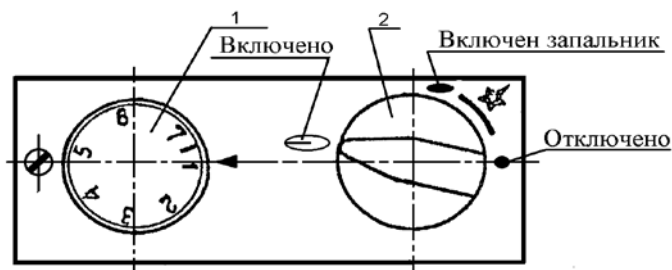
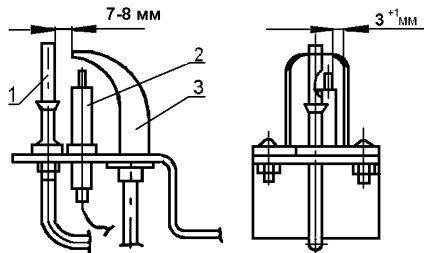
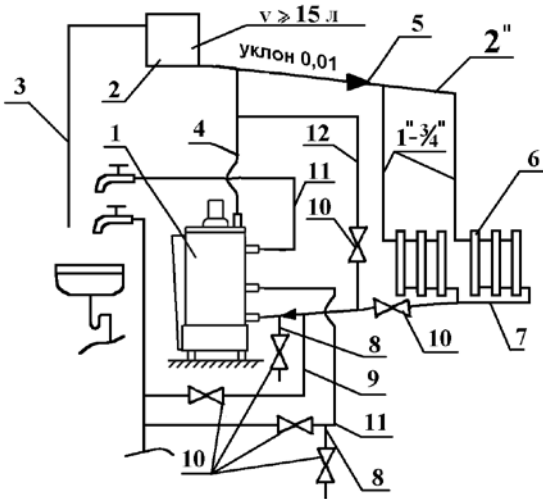

Рис.2 Блок автоматики
Рис.3 Устройство запальное
Рис.4 Схема системы отопления и горячего водоснабжения.
4.4. Установка требуемой температуры воды производится ручкой регулирования температуры воды 1 (Рис.2) от 45°C до $85^{\circ}\text{C} \div 90^{\circ}\text{C}$, а ее контроль выполняется по термометру. Температура горячей воды в системе ГВС при ее заборе не должна превышать 60°C .
4.6. Устройство запальное Рис.3 предназначено для крепления запальника, термопары, свечи зажигания и розжига основной горелки.
6.12. Проверьте работу пьезорозжига. При нажатии на ручку пьезорозжига 2 (Рис.2) должна проскакивать искра между электродом свечи 2 (Рис.3) и запальником 3 (Рис.3).
6.13. Заполните систему отопления водой. Контроль заполнения системы отопления осуществляется по трубе сигнальной 3 (Рис.4). Категорически запрещается установка запорной арматуры на стояке, идущем от аппарата. В целях исключения нарушения прочности и плотности аппарата при заполнении и подпитке системы отопления не допускать превышения давления перед аппаратом более 150 кПа (1,5 кг/см²).
6.15. Настройте ручку регулирования 1 (Рис.2) блока автоматики на необходимую температуру воды в аппарате.
6.19. При работе аппарата в летнее время только на ГВС, после прекращения забора горячей воды выключите основную горелку, повернув ручку регулирования температуры воды 1 (Рис.2) в положение 1.
6.21. При длительном отборе горячей воды рекомендуем: для повышения температуры и объема горячей воды предварительно установить ручку регулирования температуры воды 1 (Рис.2) на температуру 80⁰С÷85⁰С и закрыть вентиль 10 (Рис.4) на магистрали 7 обратной воды в системе отопления. После окончания забора горячей воды открыть вентиль 10 на магистрали 7 обратной воды для восстановления циркуляции воды в системе отопления и установить ручку регулирования температуры воды 1 (Рис.2) на требуемую температуру.
6.22. На летний период закрыть вентиль 10 (Рис.4) на магистрали 7 обратной воды и открыть вентиль 10 на магистрали 12. На осеннее - зимний период вентиль 10 на магистрали 12 закрыть, а вентиль 10 на магистрали 7 открыть.
6.23. При работе аппарата в летнее время только на горячее водоснабжение с постоянным длительным забором (ванна, душ), с расходом 5,4 л/минуту (АКГВ-17,4-3 Комфорт) 7,1 л/мин. (АКГВ-23,2-3 Комфорт) для получения стабильной ее температуры (не ниже 45 °С) необходимо устанавливать ручку регулирования температуры воды 1 (Рис.2) на температуру 80 °С ÷ 85 °С и при ее достижении включить забор воды. Не более чем через 10 минут после включения забора воды аппарат выходит на стабильный режим работы и выдает воду с температурой не ниже 45 °С.
7.3.2. Откройте дверку аппарата 5 (Рис.1) и кран на газопроводе перед аппаратом. Ручка пьезорозжига 2 (Рис.2) должна находиться в положении “Отключено”.
8.4. В случае прекращения работы аппарата в зимнее время на продолжительный срок (свыше суток) полностью слейте воду из системы отопления и системы горячего водоснабжения через вентили 10 сливных магистралей 8 (Рис.4) во избежание ее замерзания.